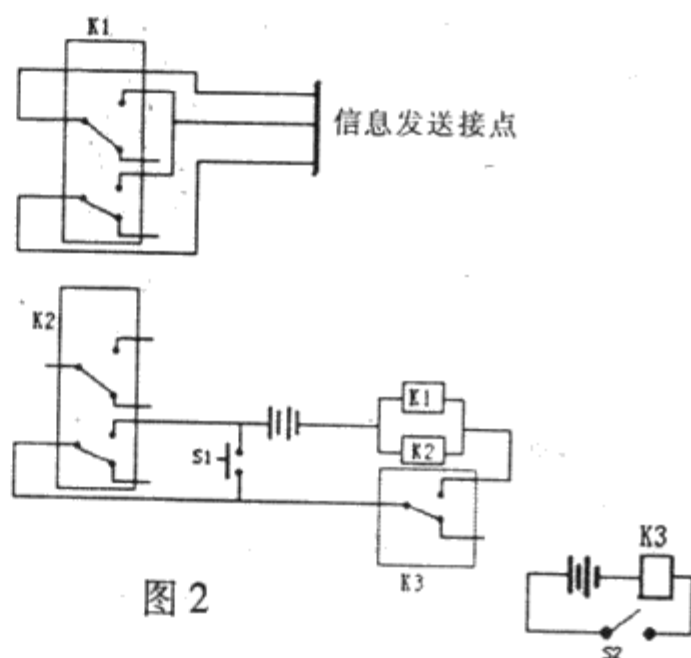

图2
平台的制作规格、尺寸、安装工艺等具体要求参见图2上所标。材料要求见附表所示。
1.在遵循图2中所要求的基础上,实际制作时具体材料可以根据电子爱好者手头上现有条件加以适当的变更。